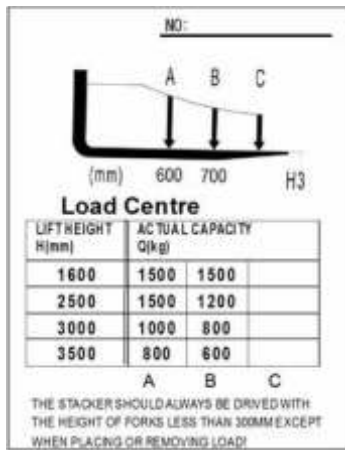

Рис.4
17. Схема подъема грузов, рисунок 4.